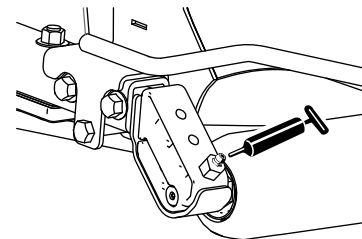

Figura 39
- Cojinetes de los rodillos traseros (2 por unidad de corte) (Figura 39).